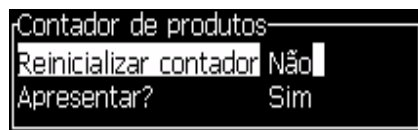

Figura 4-16: Caixa de diálogo Contador de produtos
- 3 Pressione a tecla *Enter* para abrir a caixa de diálogo do contador de produtos (Figura 4-16).